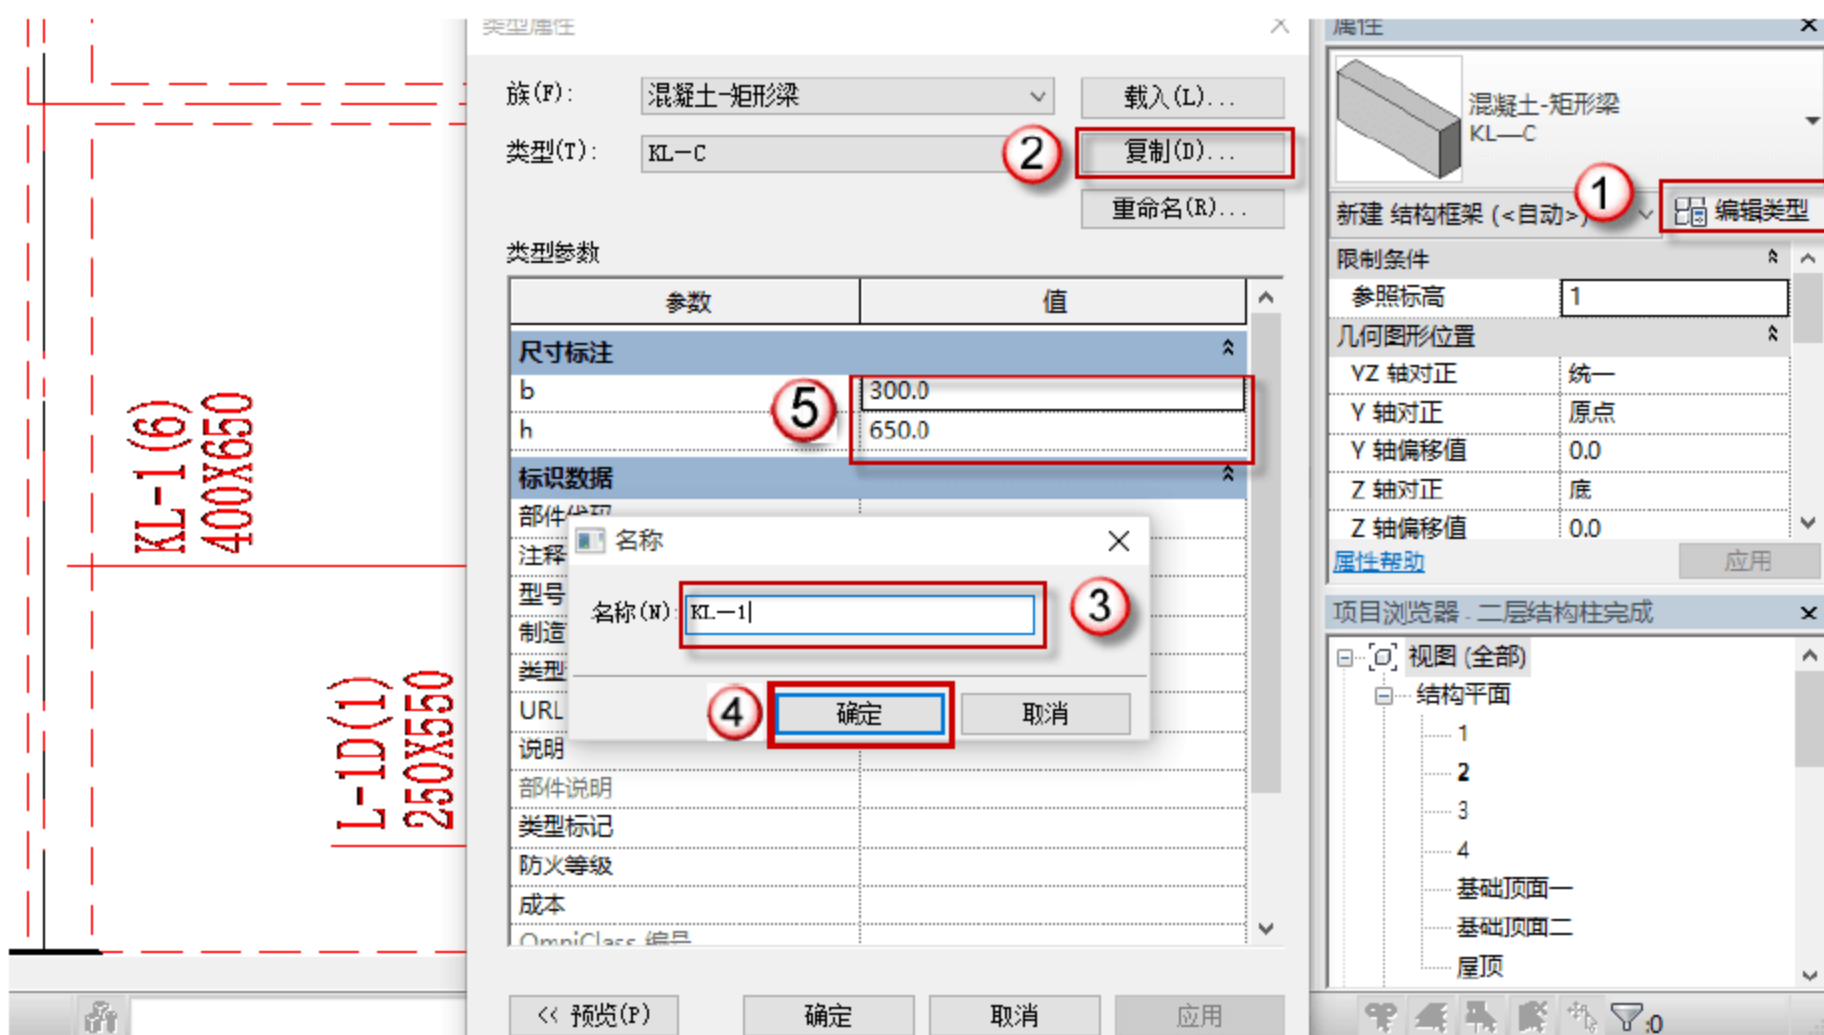

图 4.2.27 设置 KL-1 参数
(2) 设置矩形梁 KL-1 参数，按快捷键 B+M，出现绘制的界面，单击“编辑类型”按钮，在弹出的对话框中单击“复制”按钮，再在弹出的对话框中命名新的族 KL-1，单击“确定”按钮。在“尺寸标注”栏设置参数，如图 4.2.27 所示。